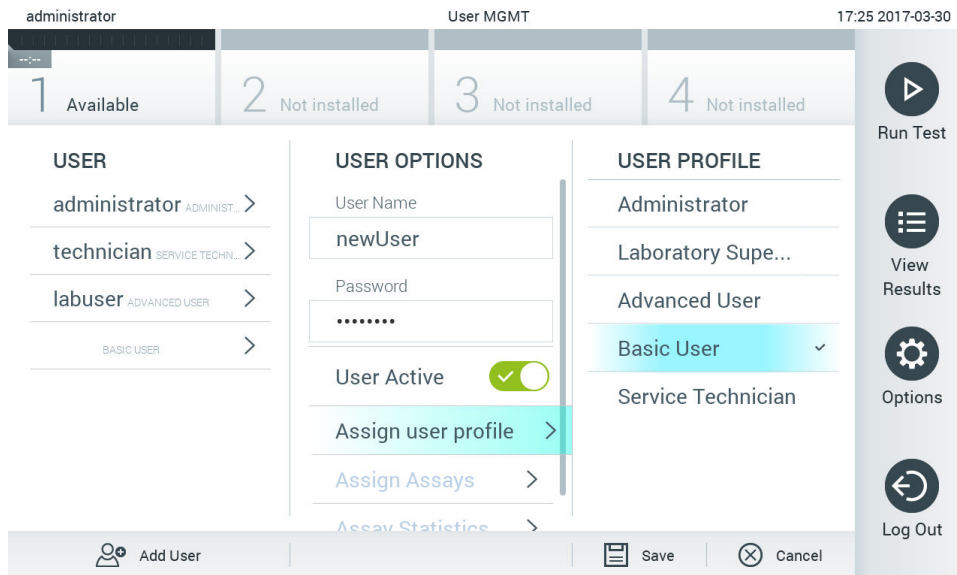

Рис. 65. Призначення профілю користувача новому користувачеві.
4. Натисніть **Assign User Profile** (Призначити профіль користувача) і призначте відповідний профіль новому користувачеві зі списку праворуч від області вмісту (рис. 65).